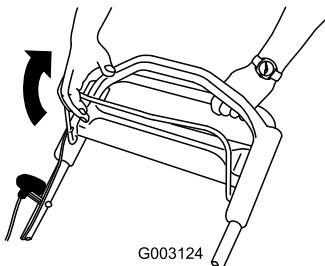

Figure 20
- Serrez la barre de commande de la lame contre le guidon (Figure 20).